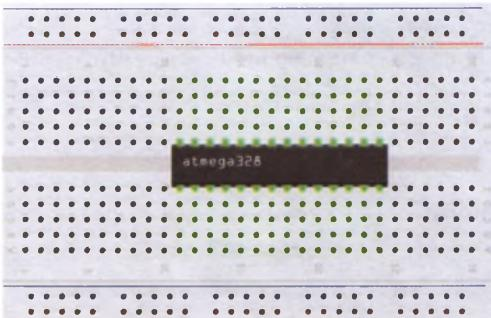

РИСУНОК 25.6
- Установите микросхему ATmega на макетную плату, перекрыв канавку. Для размещения компонентов вам понадобится небольшое пространство с двух сторон, поэтому установите ее примерно так, как показано на рис. 25.6. Помните, что контакт 1 микроконтроллера ATmega328P находится рядом с небольшим полукруглым углублением на чипе. От него контакты отсчитываются по порядку, против часовой стрелки. Учитывайте это, чтобы правильно разместить свой микроконтроллер. Полукруглое углубление должно быть слева, как показано на схеме.